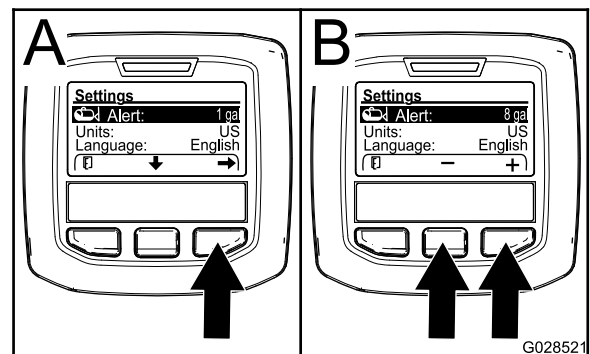

Figure 60
- Appuyez sur le bouton de sélection central pour mettre en surbrillance le réglage Alerte (Figure 60).
- Appuyez sur le bouton de sélection droit (Figure 60).
- Utilisez le bouton central ou droit pour entrer la quantité minimum dans la cuve à laquelle l'alerte s'affichera pendant le fonctionnement du pulvérisateur (Figure 60).